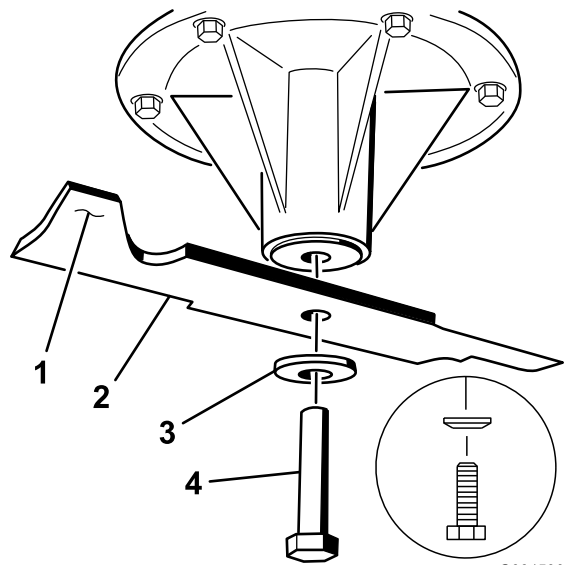

図 77
2. スピンドルシャフトにブレードを取り付ける(図 77)。
3. 湾曲ワッシャとブレードボルトを取り付ける 図 77。
**注** 湾曲ワッシャは、円錐先端側をボルトの頭に向けて取り付ける 図 77。